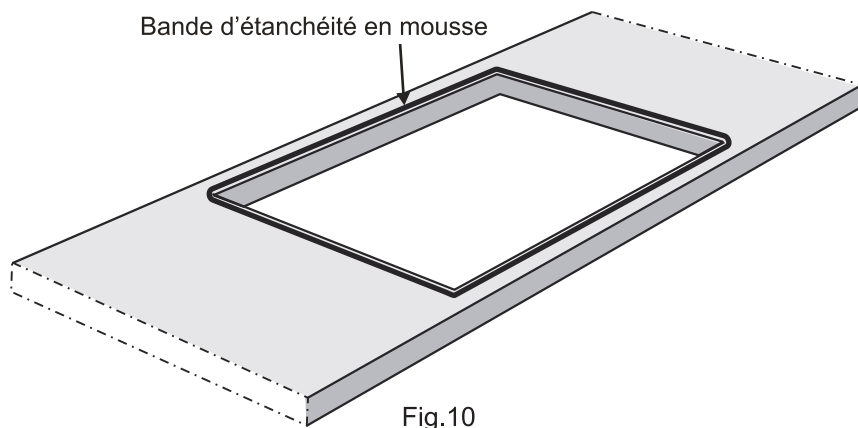

Fig.10
- e. Veuillez-vous rassurer que le ruban d'étanchéité en mousse est correctement fixé à l'extrémité de la découpe(Fig.10).